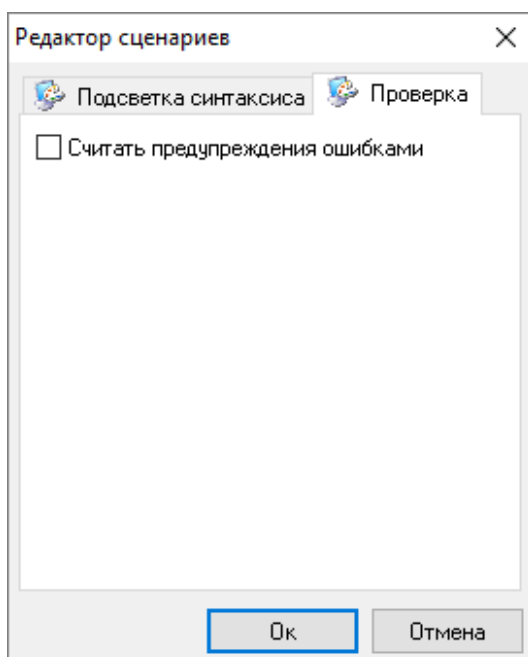

Рисунок 6-605 Редактор сценариев, вкладка "Проверка"
- на вкладке **«Проверка»** (см. Рисунок 6-605) установкой или снятием соответствующего слева от признака «Считать предупреждения ошибками» может быть включено или выключено отображение предупреждений как ошибок при проверке программного кода сценария управления (см. п. 6.3.5.1.2.2.2).